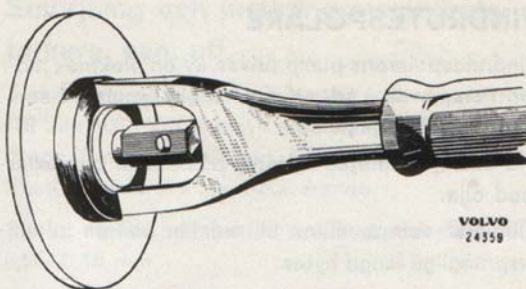

Bild 108. Strömställaren lossas
3. Strömställaren lossas genom att muttern lossas med lämpligt verktyg enl. bild 108.